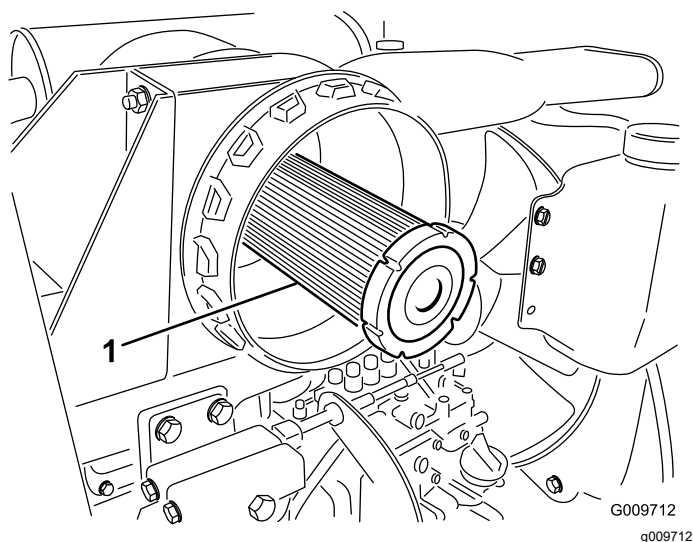

Figura 57
**Importante:** No intente limpiar el filtro de seguridad (Figura 57). Sustituya el filtro de seguridad después de cada tres revisiones del filtro primario.